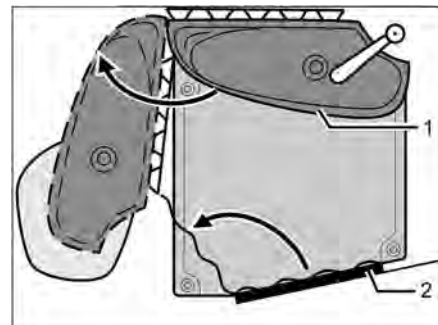

Bild 347 Vario-Toilette
- Waschbecken mit Rückwand (Bild 347,1) in Pfeilrichtung drehen.
- Den Toilettenraum betreten und die Toiletten-Eingangstür (Bild 347,2) von innen schließen und verriegeln.